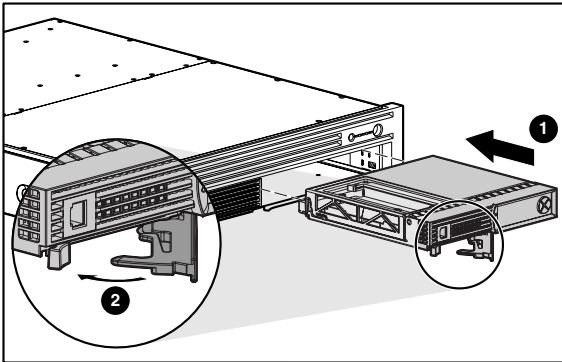

Abbildung 7: Einsetzen des Controllers
2. Schieben Sie den Controller so weit wie möglich in das Gehäuse hinein ❶, und drücken Sie die Verriegelung nach innen, bis sie an der Abdeckung ❷ anliegt, wie in Abbildung 7 gezeigt.